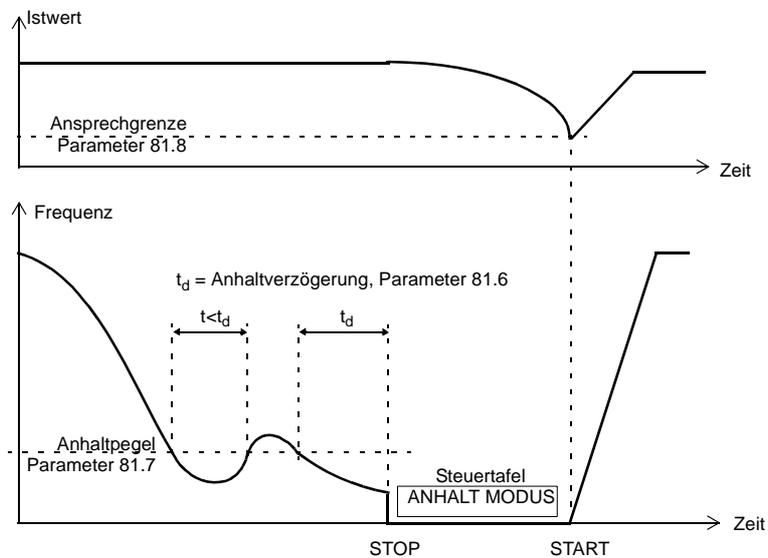

Abbildung 6-20 Arbeitsprinzip der Anhaltfunktion.
Mit diesem Parameter wird die Verzögerung der Anhaltfunktion eingestellt (Siehe Abbildung 6-20). Wenn die Ausgangsfrequenz des ACS 600 für längere Zeit als die Anhaltverzögerung unter einen eingestellten Pegel fällt (81.07 ANHALTPEGEL), wird der ACS 600 ausgeschaltet und auf der Steuertafel erscheint die Warnmeldung "ANHALT MODUS".
Mit diesem Parameter wird Frequenzgrenze für die Anhaltfunktion eingestellt (Siehe Abbildung 6-20). Wenn die Ausgangsfrequenz des ACS 600 unter den Anhaltpegel fällt, wird der Zähler der Anhaltverzögerung eingeschaltet. Steigt die Ausgangsfrequenz des ACS 600 über den Anhaltpegel, wird der Zähler der Anhaltverzögerung wieder zurückgesetzt.
- 81.08 ANSPRECHGRENZE** Mit diesem Parameter wird die Prozeß-Istwertgrenze für die Anhaltfunktion (See Abbildung 6-20) eingestellt. Wenn der Istwert unter die Grenze fällt, wird die Anhaltefunktion unterbrochen.